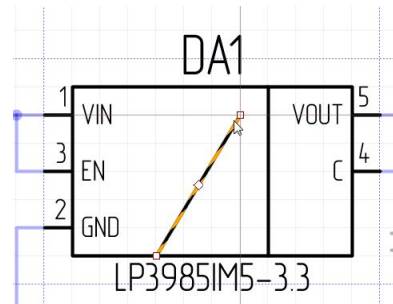

Рис. 35 Произвольное изменение графических объектов редактируемого УГО
**Важно!** При редактировании УГО компонента на схеме инструменты из панели инструментов «Рисование» не будут доступны. Возможна работа только с уже имеющимися графическими объектами редактируемого УГО, Рис. 35.